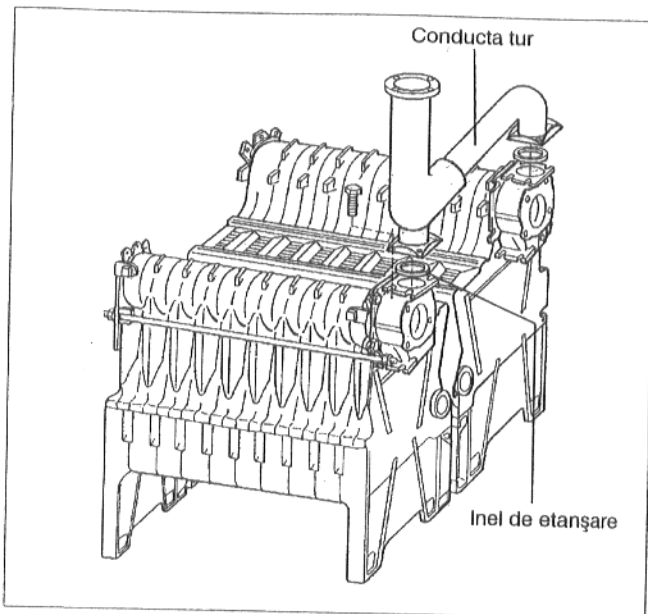

Fig. 10: Versiunea ventil termostatic
- Inelul de etanșare se va așeza pe partea superioară a ambelor flanșe. Pe aceasta se va așeza conducta turului și se va înșuruba-pe fontă se va intercala o șaibă (Fig. 10).